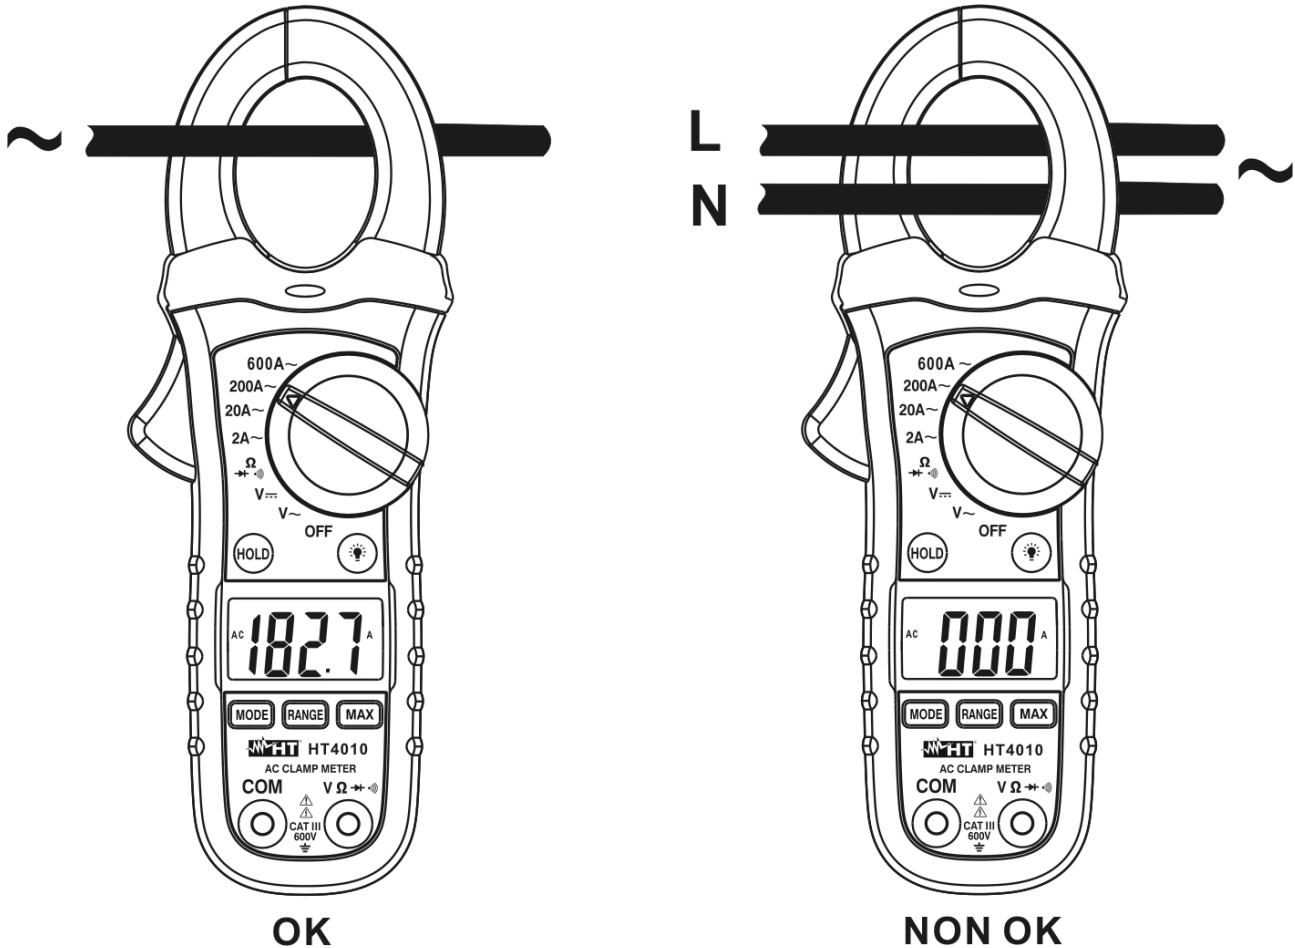

Fig. 4: Uso de la pinza en medida de Corriente CA
2. Inserte el cable dentro del maxilar (vea el Fig. 4). El valor de la corriente será visualizado